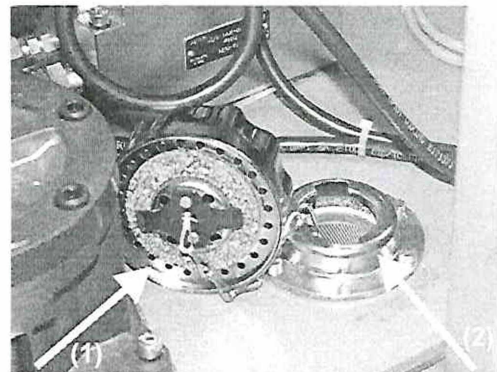

Рис. 34: Крышка
- отвинтите и снимите крышку с пылевым фильтром (1) заправочного штуцера (Рис. 34)
- вывинтите шесть винтов с шлицевой головкой вкладыша фильтра грубой очистки (2) и выньте вкладыш. Осторожно: ничего не роняйте в заправочную горловину!
5. Отвинтите и снимите крышку заправочного штуцера (2) с пылевым фильтром (1), если она еще не снята (Рис. 34).